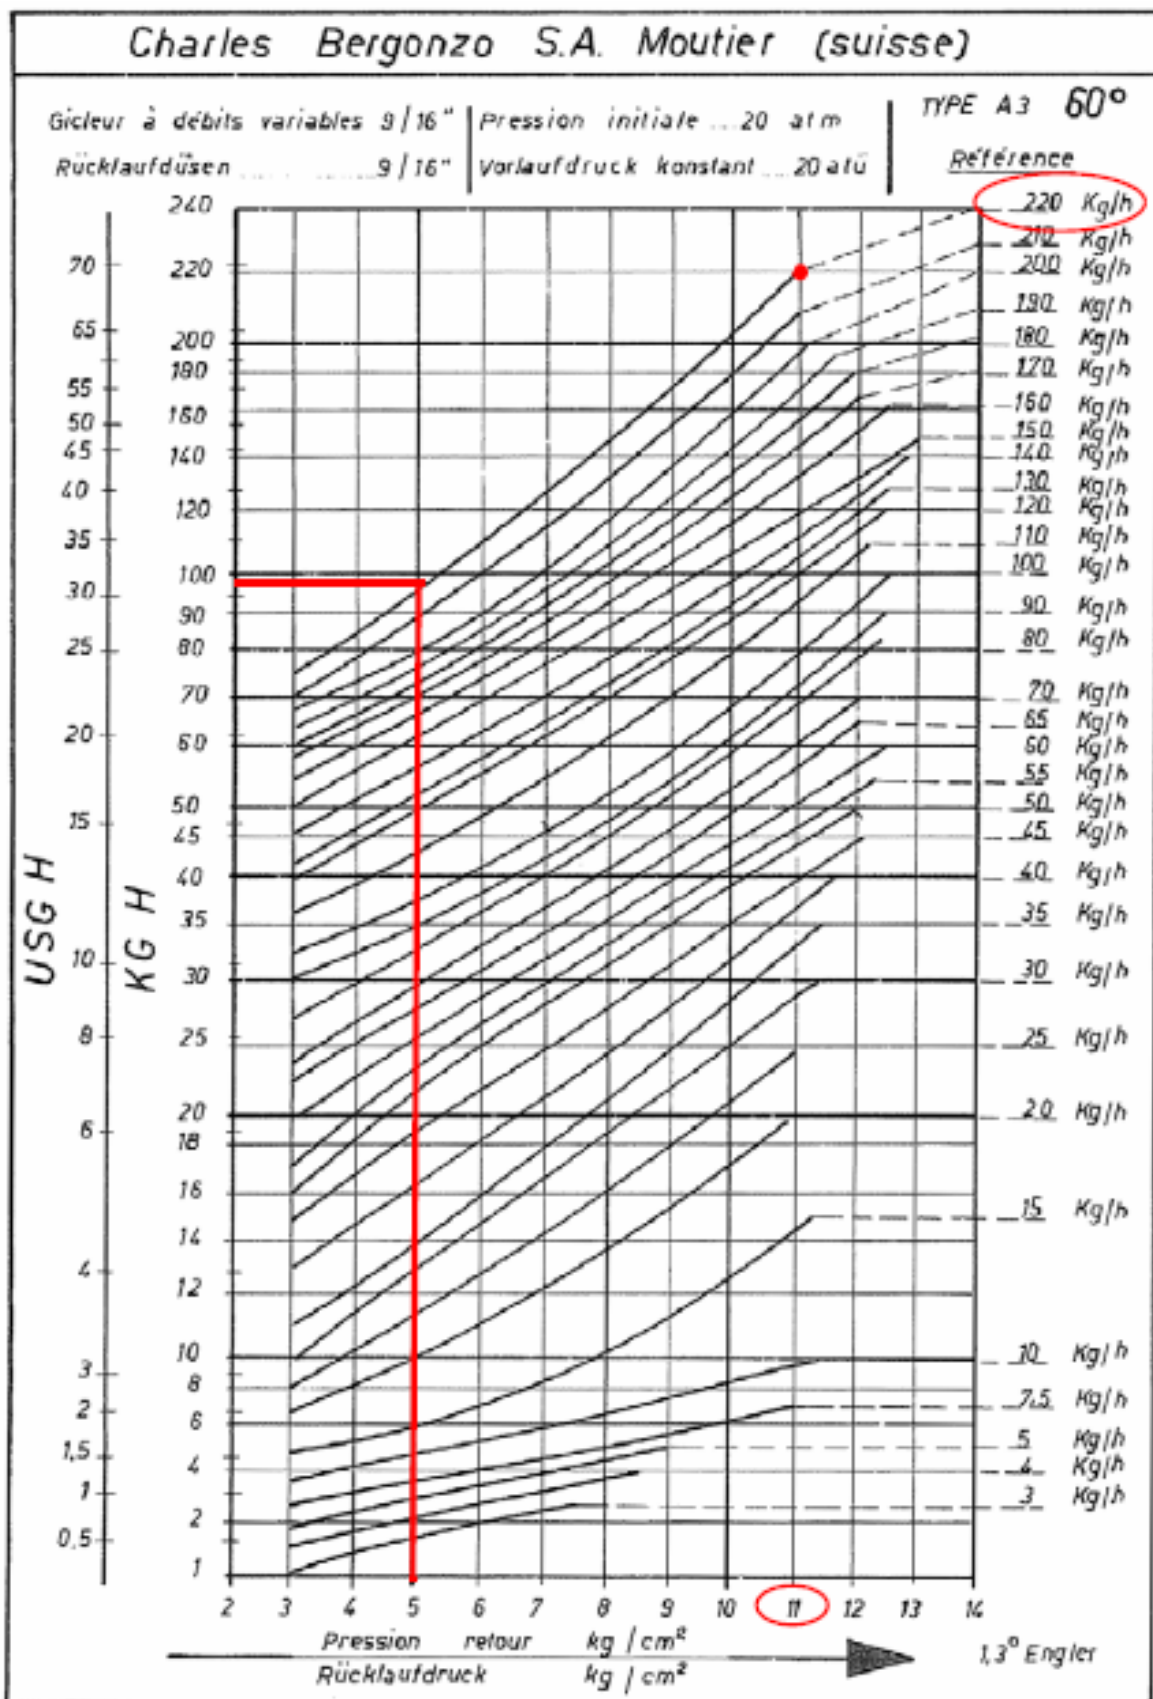

Рис. 4
Расход дизельного топлива регулируется за счет выбора форсунки (противопоточного типа), соответствующего мощности котла и типу применения размера, а также регулировки давления на прямом и обратном ходе жидкого топлива, согласно данным, указанным в таблице и на графике на Рис. 4 (для считывания давления - читайте последующие параграфы).
Пример (Bergonzo): если горелка укомплектована форсункой, с расходом, равным 220 кг/час, то максимальное давление обратного хода топлива регулируется примерно на 11 бар, имея на подаче давление в 20 бар: при таких условиях достигается расход в 220 кг/час. Если же необходимо на обратном ходе иметь давление, равное 5 барам, то нужно воздействовать на регулировочный винт регулятора давления (см. Рис. 4). Получаемый расход будет составлять примерно 95 кг/час (см. пример, приведенный далее в графике).
9. Давление питания форсунки уже отрегулировано заранее на заводе-изготовителе и не должно изменяться. Только в случае необходимости, отрегулировать давление питания (см. соответствующий параграф) следующим образом: установить манометр в положение, указанное на Рис. 15, воздействовать на регулировочный винт VR насоса (см. Рис. 5) до получения на форсунке давления в 19-20 бар (форсунки Bergonzo - см. график на Рис. 4);
15. Смещать кулачок III (малое пламя) в сторону минимальной мощности, с тем, чтобы сервопривод начал закрываться, до тех пор, пока два подшипничка не совместятся с регулировочным винтом, относящимся к самой низкой точке: закручивать винт V для увеличения расхода, откручивать - для уменьшения, с целью получения значения давления, как на графике на Рис. 4, на основании требуемого расхода.